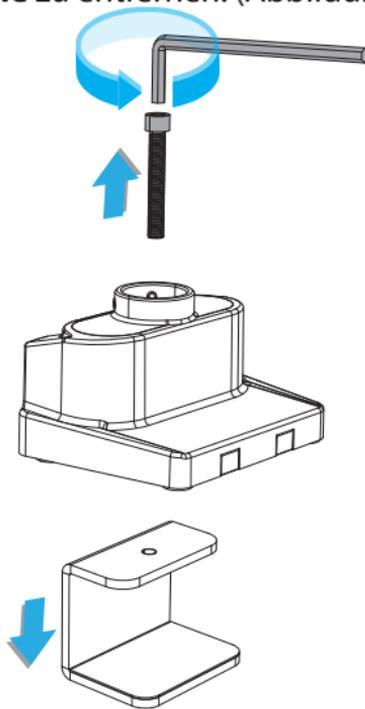

Abbildung 3
1. Benutzen Sie den **6mm Inbusschlüssel**, um die **Sechskantschraube** und die **untere Klemme** von der **Tischklemme** zu entfernen. (Abbildung 3)